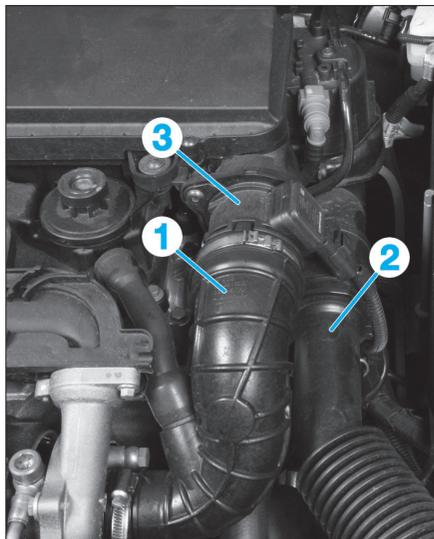

Fig. 22
- les manchons d'entrée d'air (1) et (2) (Fig.22),